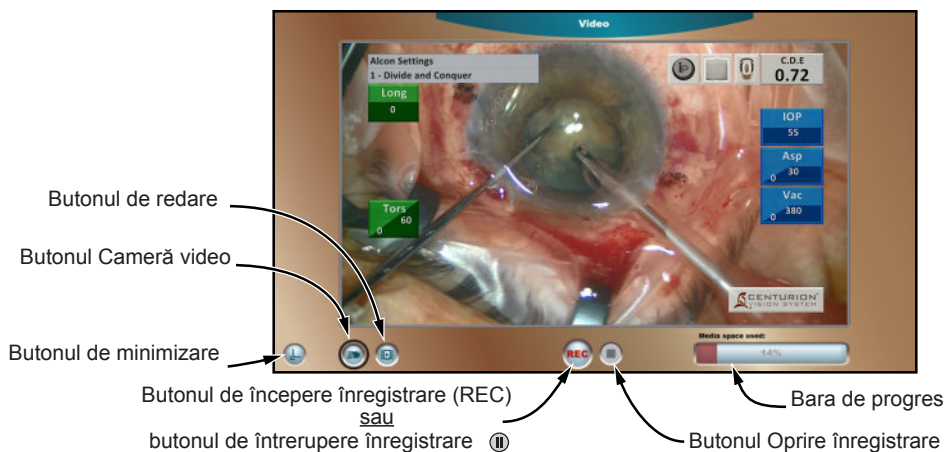

Figura 3–16 Video în Timp Real pe un Afișaj de Mari Dimensiuni
3. Pentru a vizualiza imaginile video în timp real într-un format de mari dimensiuni care acoperă întreg ecranul, apăsați pe butonul de extindere din colțul stânga jos al ecranului de mici dimensiuni; imaginea video în timp real se extinde pentru a acoperi întreg ecranul, (Figura 3–16).